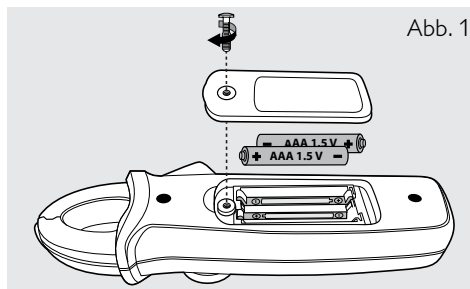

Abb. 1
1. Bringen Sie den Drehschalter (3) in Position OFF. Trennen Sie die Stromzange von jeglichen Messobjekten.
3. Lösen Sie mit einem passenden Kreuzschlitzschraubendreher die Verschlusschraube der Batteriefachabdeckung (6). Entfernen Sie die Batteriefachabdeckung.
5. Legen Sie zwei neue Batterien des Typs AAA, unter Beachtung der aufgedruckten Polaritätsangaben, in die Batteriemulden ein (Abb. 1).